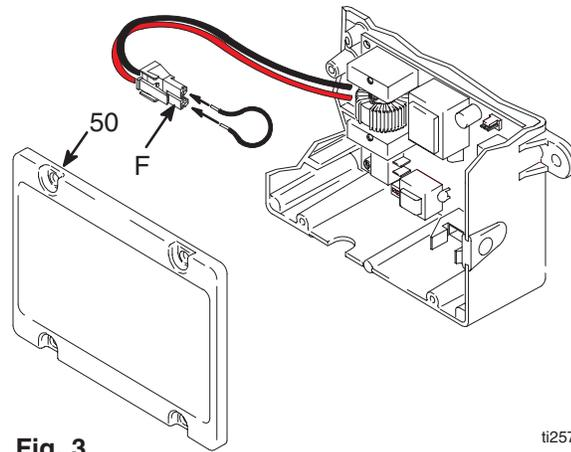

Fig. 3
3. Fig. 3. Retire la cubierta del dispositivo de control de presión (50). Desconecte el conector (F).